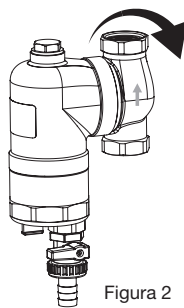

Figura 2
- El Racor orientable puede girarse, a fin de adaptarse a la instalación. (Figura 2)